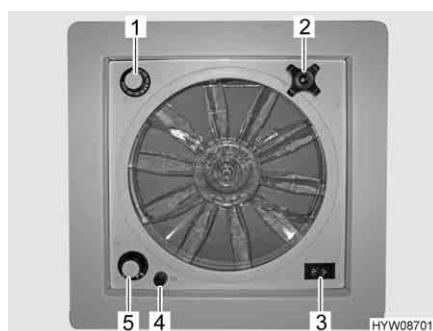

Fig. 81 Oblò con ventilatore
- ▷ Un fusibile da 4 A (Fig. 81,4) protegge da sovraccarico il motore del ventilatore. Se si verifica un sovraccarico: Individuare per prima cosa la causa (ad es. il ventilatore è sporco), poi sostituire il fusibile.
- Apertura oblò:* ■ Ruotare la maniglia girevole (Fig. 81,2), finché non si raggiunge l'angolo di apertura desiderato.
- Aerazione/sfiato:* ■ Portare l'interruttore a levetta (Fig. 81,3) su "Aerazione" (flusso d'aria dall'esterno verso l'interno) o "Sfiato" (flusso d'aria dall'interno verso l'esterno).
- Spegnimento del ventilatore:* ■ Portare l'interruttore a levetta (Fig. 81,3) sulla posizione centrale.
- Impostazione della velocità del ventilatore:* ■ Posizionare l'interruttore girevole (Fig. 81,5) sul grado desiderato:
- Impostazione della temperatura:* ■ Ruotare il termostato (Fig. 81,1) fino alla battuta in direzione "blu".